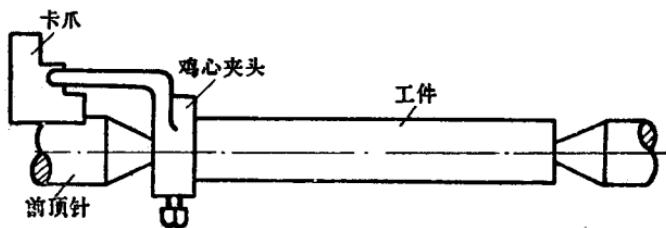

图3 简便的前顶针。
(3) 在用顶针装夹工件时，必须注意前顶针的装夹精度。它在主轴锥孔中不能有很大摆动（摆动量不超过 0.01 毫米）。但是在有些车床上要做到这一点是有困难的，特别是旧车床。因此有些人把前顶针装上以后再车一刀。可是这样做也不是最好的办法。一个前顶针有几次可以车呢？为了解决上面所说的这个问题，我们可以采用下面的方法，即用一段直径 15~20 毫米的短棒料（可以利用废料）夹在三爪卡盘上车出前顶针（如图 3），利用三爪卡盘作为拨盘，卡爪作为拨杆来带动鸡心夹头和工件。